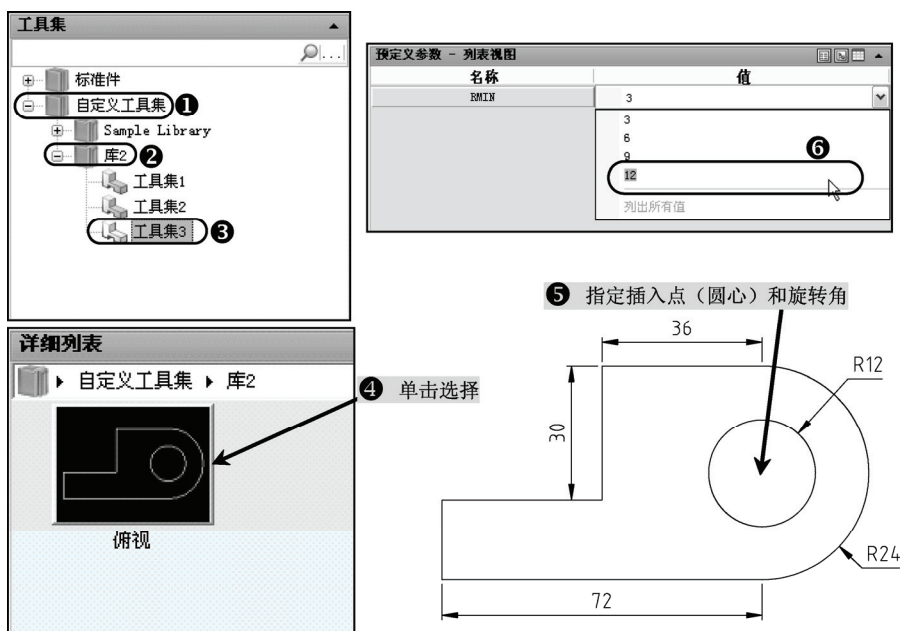

图 10-31 插入工具集中新建的零件
20) 执行“工具集库”命令 (amcontentlib), 将弹出“工具集库”选项板, 在“工具集”选项中依次展开“自定义工具集/库 2 (用户所建的新库)/工具集 (用户所建的工具集)”, 在“详细列表”选项中单击绘制图形的缩略图, 关闭“工具集库”选项板, 在屏幕上指定插入点, 指定旋转角, 将弹出“工具集-尺寸选择集”对话框, 单击“值”所在列的下拉菜单按钮, 选择“12”, 单击“完成”按钮, 如图 10-31 所示。